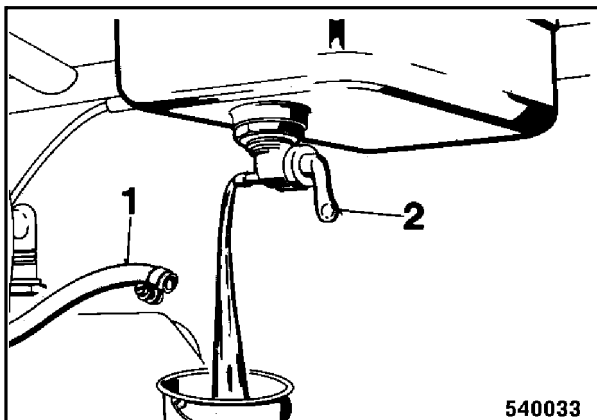

Fig. 1
- Separar el tubo flexible de combustible 1 (Fig. 1) de la llave de combustible (2). Abrir la llave de combustible y descargar el combustible.
- Desenroscar la llave de combustible (2).